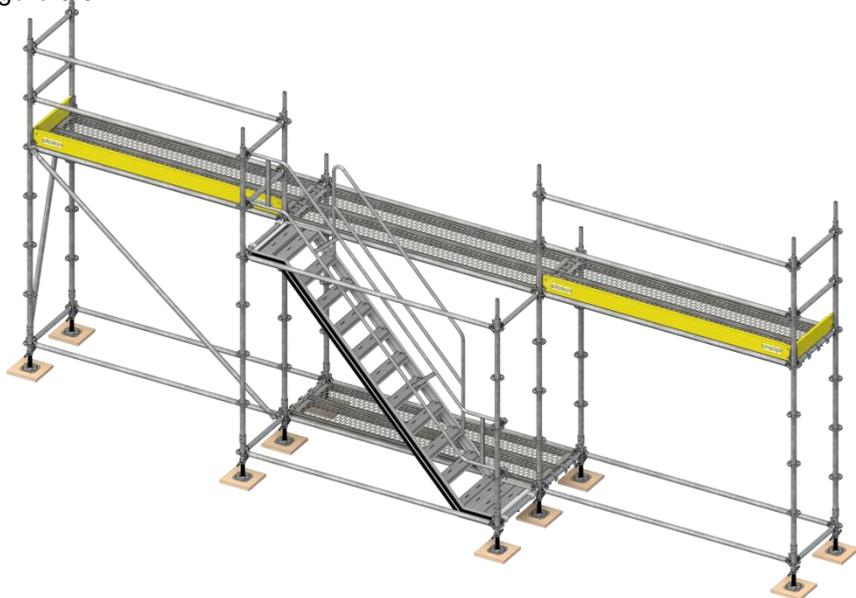

Figure 9.6
9.9 Placer les planches en acier sur le premier niveau en partant du bas, conformément à la figure 9.6.
Pour le montage des escaliers, il convient de créer un segment supplémentaire à l'extérieur de l'échafaudage, voir figure 9.6.